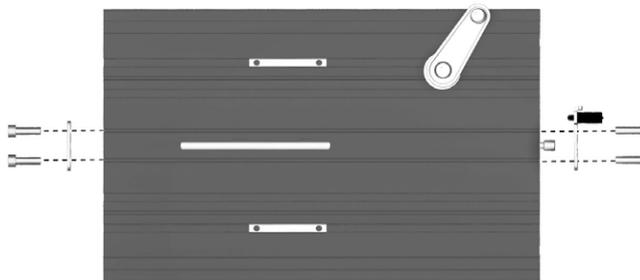

Abbildung 160. Die Halterungen der Einstellstange sind mit jeweils zwei Schrauben befestigt.
3. Halterungen der Einstellstange montieren, die mit je zwei Schrauben befestigt sind. Siehe Abbildung. 160.